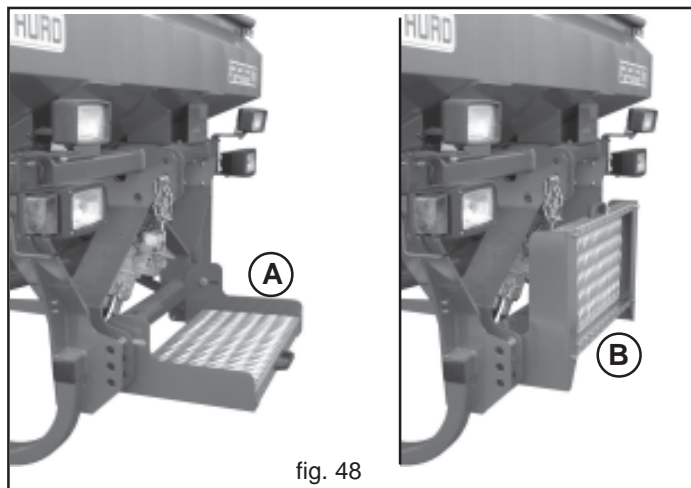

fig. 48
Bei manuellem Beladen ist das Trittbrett (A, Abb. 48) zu verwenden, um Zugang zum Trichter des Anbaugeräts zu erhalten. Das Trittbrett sowohl bei der Arbeit als beim Straßentransport immer wie auf Abbildung 48 (B) dargestellt zusammenklappen.